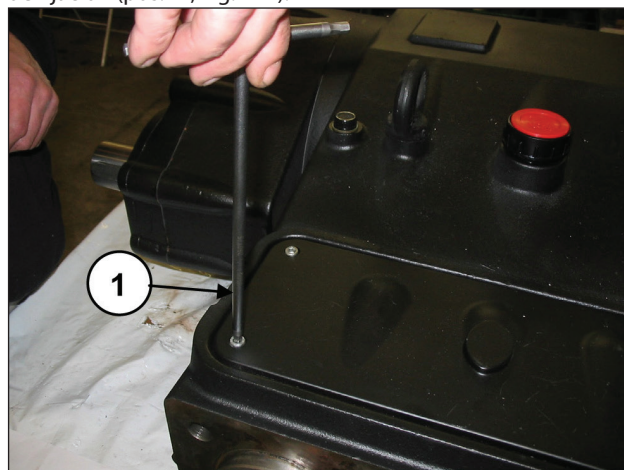

Fig. 122
Quitar la tapa de inspección superior aflojando los 4 tornillos de fijación (pos. ①, Fig. 122).